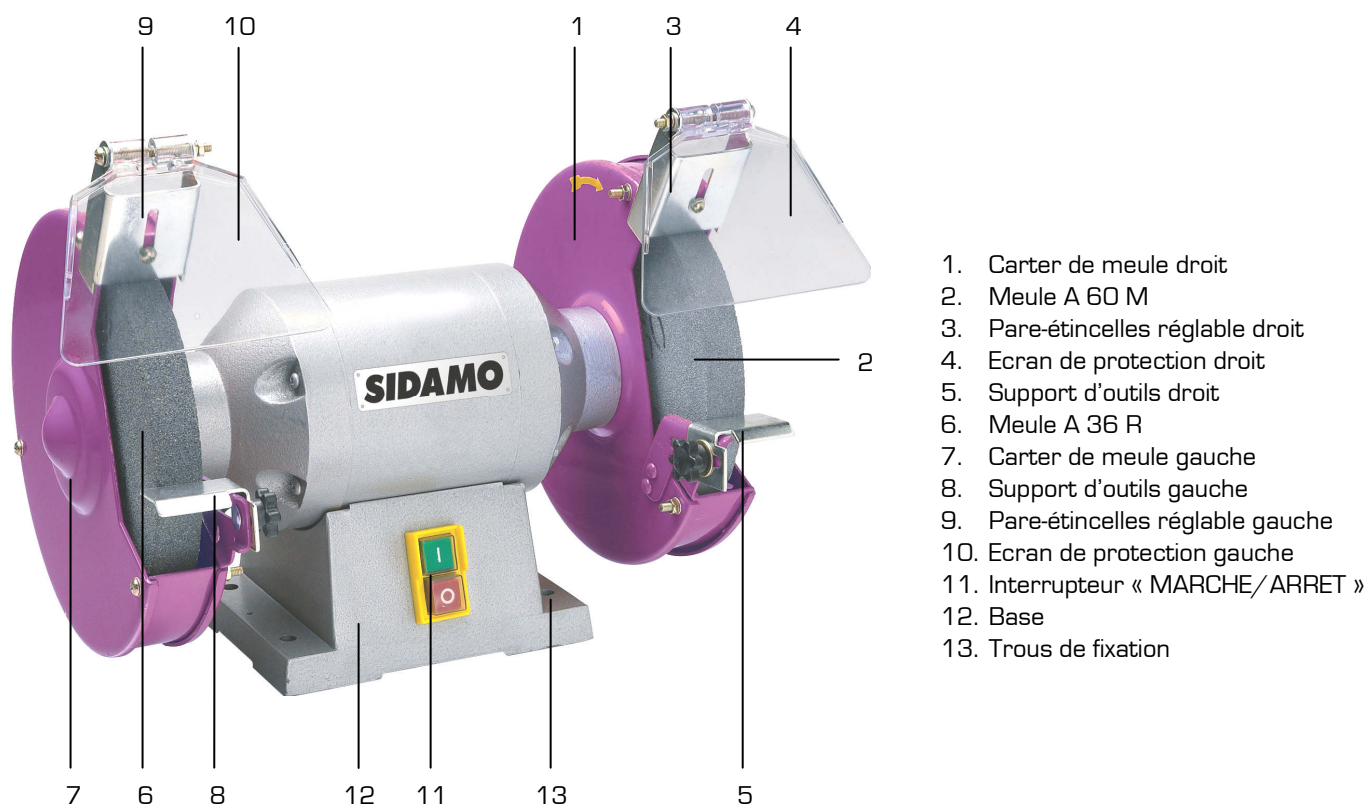

Figure 1
3. Fixer le touret sur le socle ou sur l'établi en introduisant 4 vis (M6) dans les trous (13 fig.1) puis les bloquer fermement au moyen d'écrous appropriés.